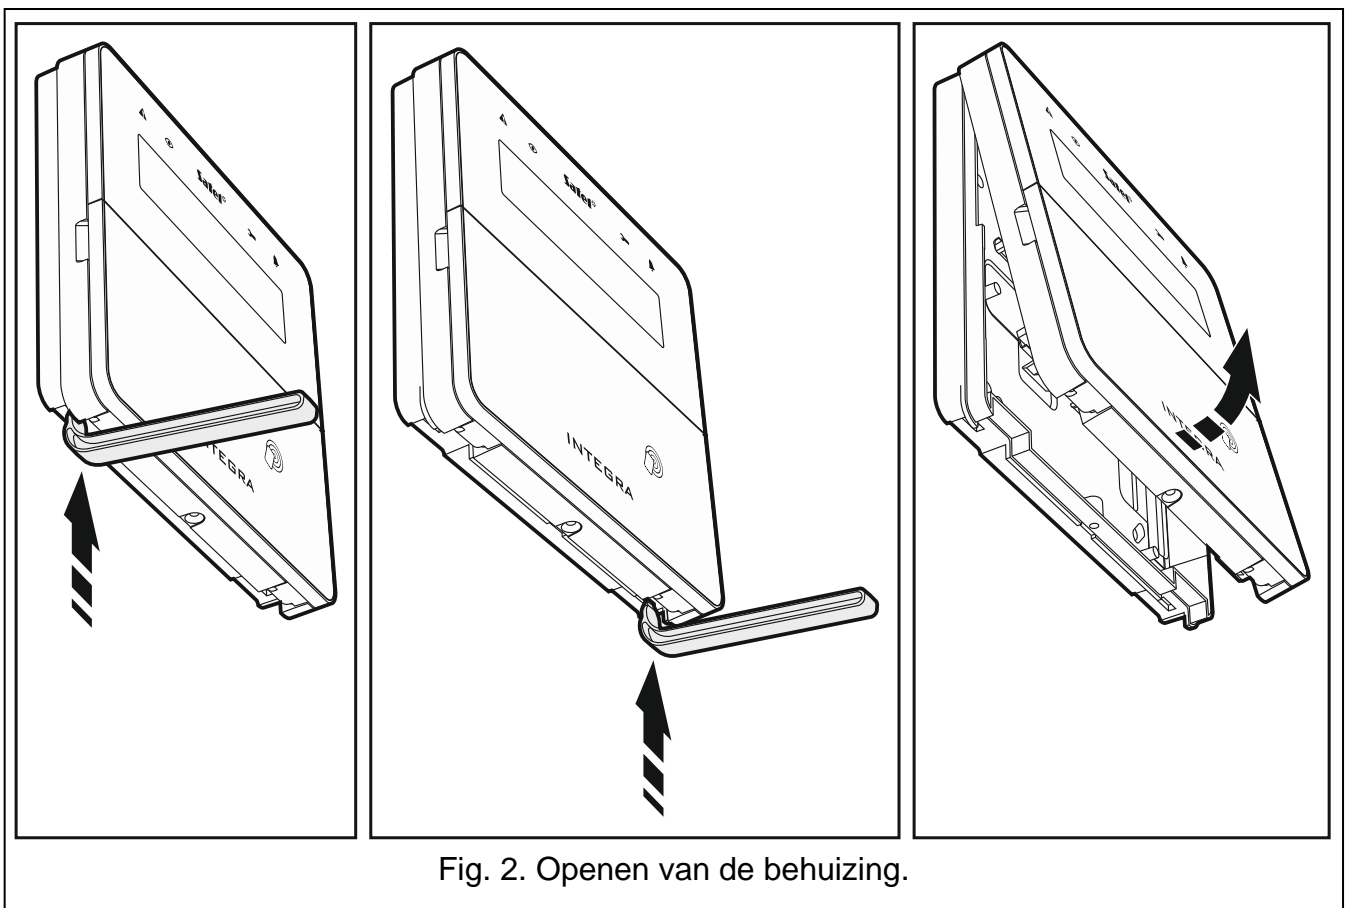

Fig. 2. Openen van de behuizing.
1. Open de bediendeel behuizing (Fig. 2). Het gereedschap om de behuizing, welke in de tekening wordt getoond, wordt bij het bediendeel meegeleverd.
6. Open de behuizing (Fig. 2).